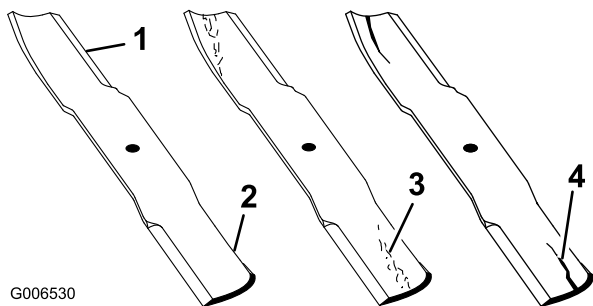

Figure 38
1. Examinez le tranchant des lames (Figure 38). Si elles ne sont pas tranchantes ou si elles présentent des indentations, déposez et affûtez les lames (voir Affûtage des lames).
2. Inspectez les lames, surtout la partie incurvée (Figure 38). Remplacez immédiatement toute lame endommagée, usée ou qui présente une entaille (repère 3 de la Figure 38).